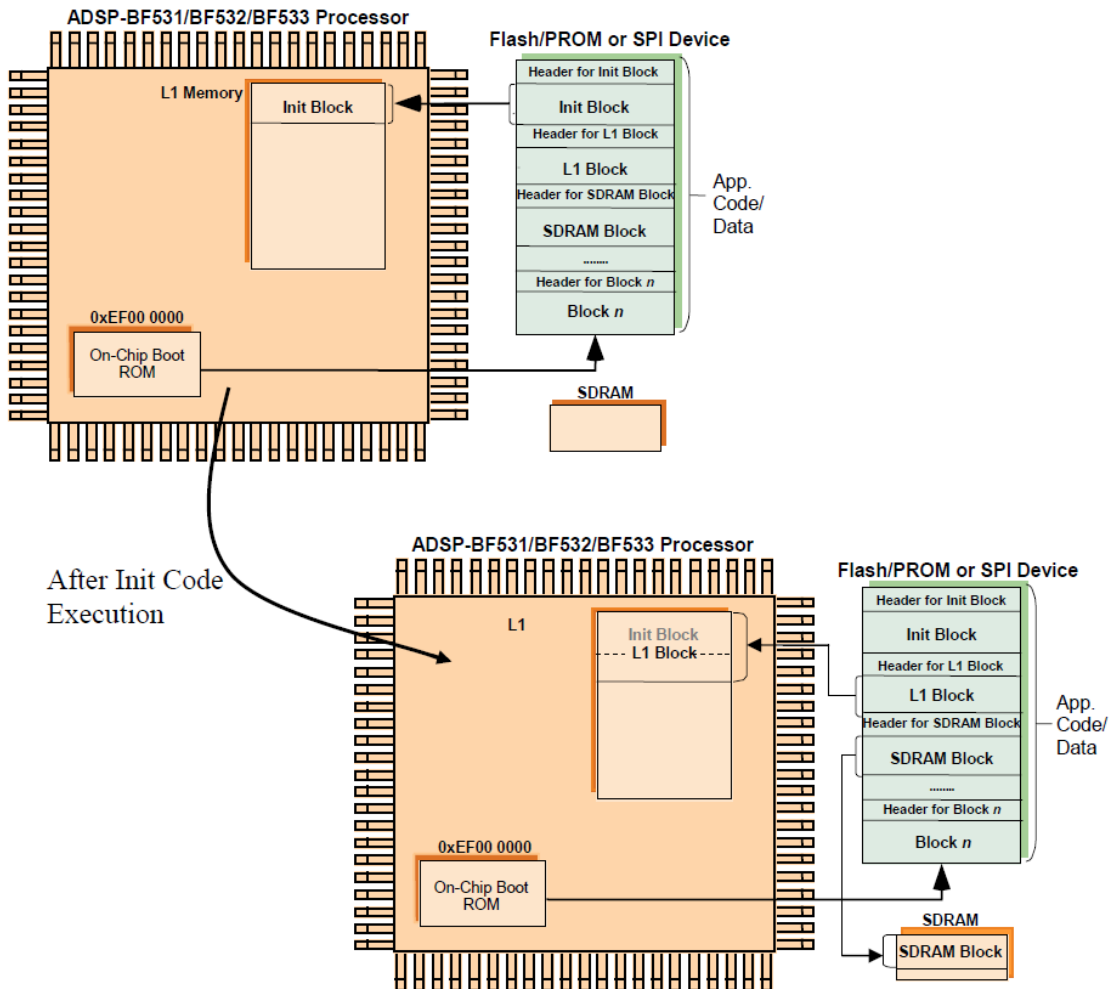

图5. 初始化代码执行/加载
- ❑ **位3: INIT**—初始化块（Init块）是一个程序代码块，该块在实际应用程序代码加载覆盖它之前执行。当片上Boot ROM检测到Init块时，它就将该块加载到内部存储器，并发出一个CALL给它（初始化代码必须在其末尾有RTS）。初始化代码执行后，通常会由应用程序代码覆盖，如图5。